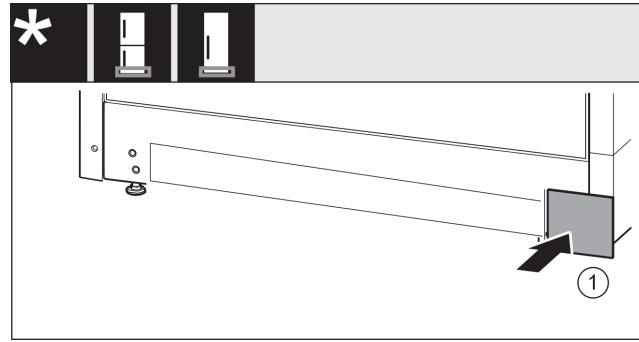

Fig. 39
- Kryt Fig. 39 (1) opět nasaděte na druhé straně.